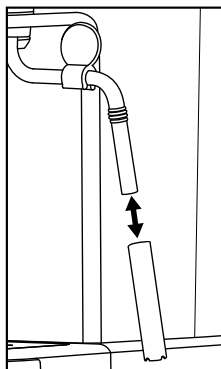

Figura 1
- 5) Scoateți învelișul dispozitivului de spumare a laptelui **10** (figura 1) și curățați-l cu atenție în apă caldă.
7) Împingeți la loc învelișul pe duză (figura 1).